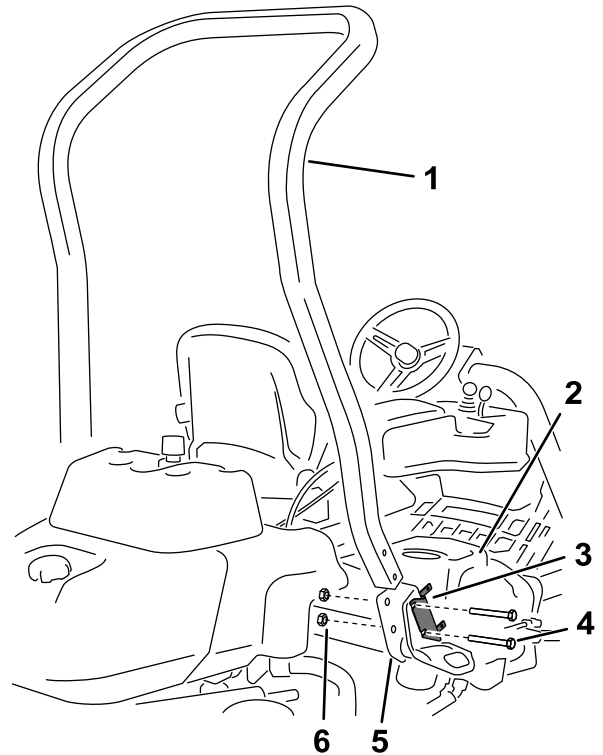

图 3
4. 如图 3 所示，卸下将保险丝盒支架固定至 ROPS 支架上的 2 个螺栓。